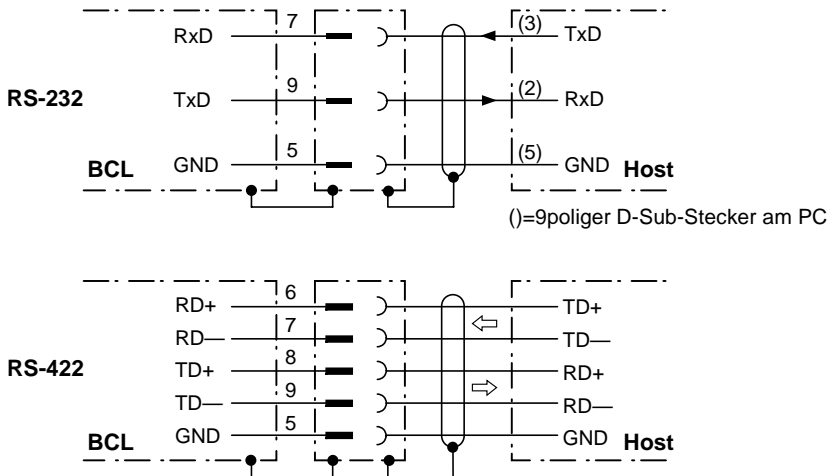

Bild 7.2: Beschaltung der Hostschnittstelle
- Hostschnittstelle nach Bild 7.2 korrekt beschalten.